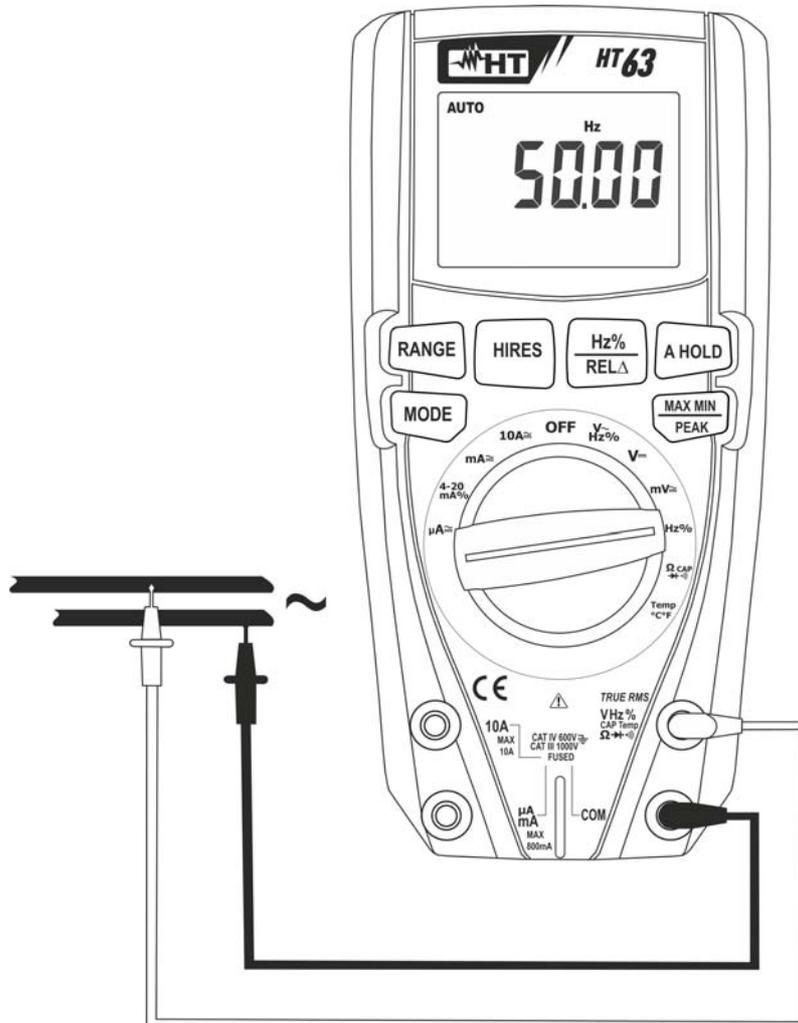

Abb. 4: Verwendung des Gerätes für Frequenz- und Duty Cycle-Messungen
4. Verbinden Sie die rote Messleitung und die schwarze Messleitung mit den gewünschten Messpunkten des zu messenden Kreises (siehe Abb. 4). Der Wert der Frequenz (Hz) oder des Duty Cycle (%) erscheint auf dem Display. Der Bargraph ist bei diesen Funktionen nicht aktiv.